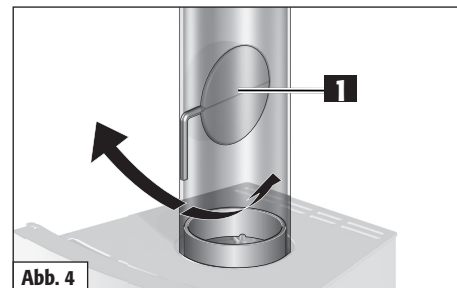

Abb. 4
Der maximal zulässige Förderdruck für den Olbia beträgt 35 Pa an der Abgaseinführung des Schornsteins. Zur Begrenzung des Förderdrucks können eine Drosselklappe (Abb. 4/1) oder ein Förderdruckbegrenzer hilfreich sein.
Die Drosselklappe (Abb. 4/1) ist ein optionales Bedienungselement. Sie ist im Rauchrohr angebracht und dient der Regulierung des Rauchgasstromes. Auf diese Weise verringert sie die Abbrandgeschwindigkeit. Steht der Griff der Drosselklappe quer zum Rauchgasrohr, ist der Abgasstrom maximal gedrosselt. Wir empfehlen generell den Einbau einer Drosselklappe zur Reduzierung des Förderdrucks. **Bitte beachten Sie hierzu die länderspezifischen gesetzlichen Bestimmungen.**
**Bevor die Feuerraumtür während der Brennphase geöffnet wird, sollte vorher die Drosselklappe (Abb. 4/1) geöffnet werden.**